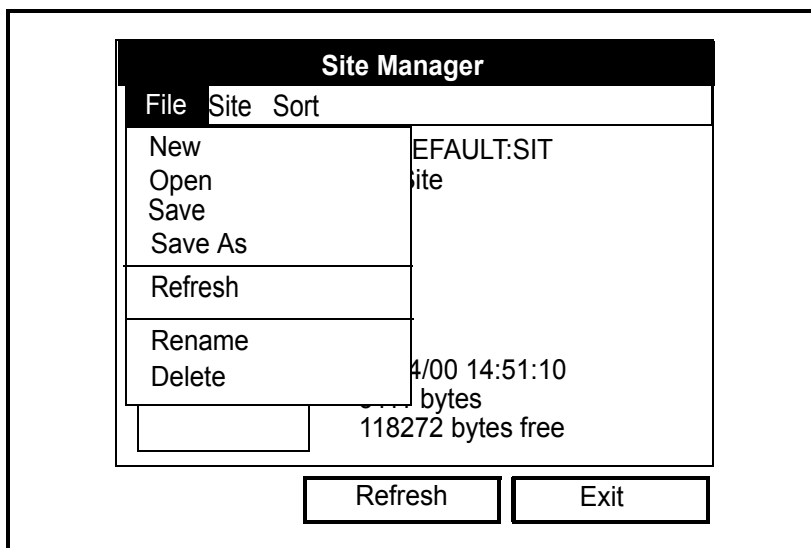

Figura 4-3: O Menu Site Manager (Gestor de Local)
1. Na janela *Site Manager* (Gestor de Local) pressione [MENU] e, de seguida, [ENTER]. Abre-se uma janela semelhante à da Figura 4-3 abaixo.
- A partir de *Site Manager* (Gestor de Local) (consulte Figura 4-3 na página 4-3), pressione [MENU] para abrir o menu *File* (Ficheiro). De seguida, desloque-se até à opção *Save* (Guardar) e pressione [ENTER].